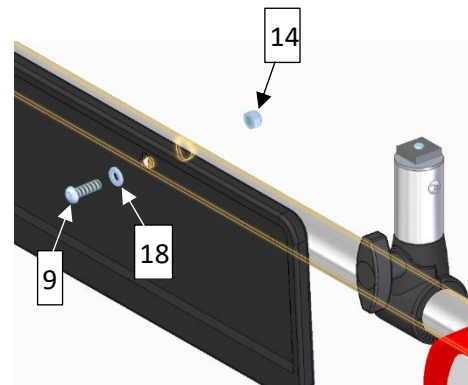

Abbildung 8
Zuerst wird die Kennzeichen-Halterung (5) an die vormontierte Beleuchtungsleiste (1) geschraubt. Verwenden Sie dazu die zwei Linsenkopfschrauben M6 x 20 mm (9), die Sechskantmutter (14) und Unterlegscheiben (18), um die Kennzeichen-Halterung gemäß Abbildung 8 zu montieren. Achten Sie darauf, dass die Montage symmetrisch erfolgt.